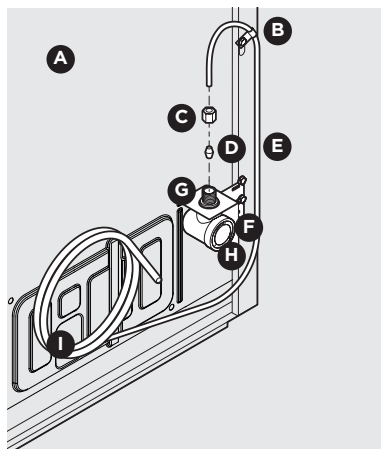
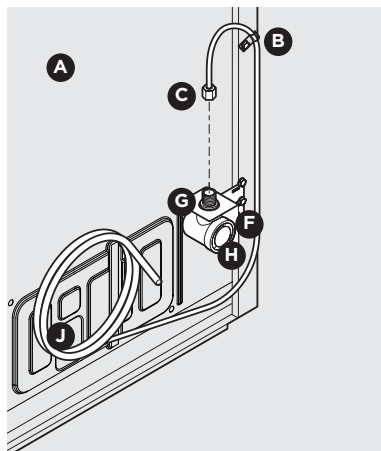

Figure 1
Figure 2
4. Si vous utilisez **des conduites en cuivre** - Faites coulisser l'écrou de compression en laiton puis la bague (manchon) sur la conduite d'alimentation en eau. Poussez la conduite d'alimentation en eau aussi loin que possible dans l'entrée du robinet d'arrivée d'eau ($\frac{1}{4}$ " / (6,4 mm). Faites coulisser la bague (manchon) dans l'entrée du robinet et serrez l'écrou de compression à la main sur le robinet. Serrez d'un autre demi-tour avec une clé. NE serrez PAS trop fort. Voir la Figure 1.
Si vous utilisez **des conduites en acier inoxydable tressé** - L'écrou et la bague d'extrémité sont déjà assemblés sur les conduites. Glissez l'écrou sur le robinet d'entrée et serrez l'écrou à la main sur le robinet. Serrez d'un autre demi-tour avec une clé. NE serrez PAS trop fort. Voir la Figure 2.
B	Collier en acier (Fig. 1 : $\frac{1}{4}$ "; Fig. 2 : $\frac{1}{2}$ ")